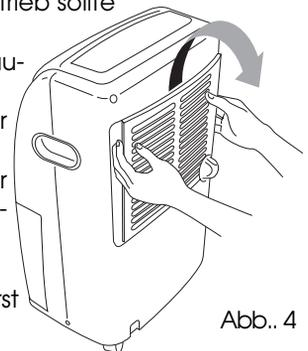

Abb.. 4
- Zum Ausbau des Luftfilters das Gitter entfernen, indem Sie es herausziehen (siehe Abb. 4).